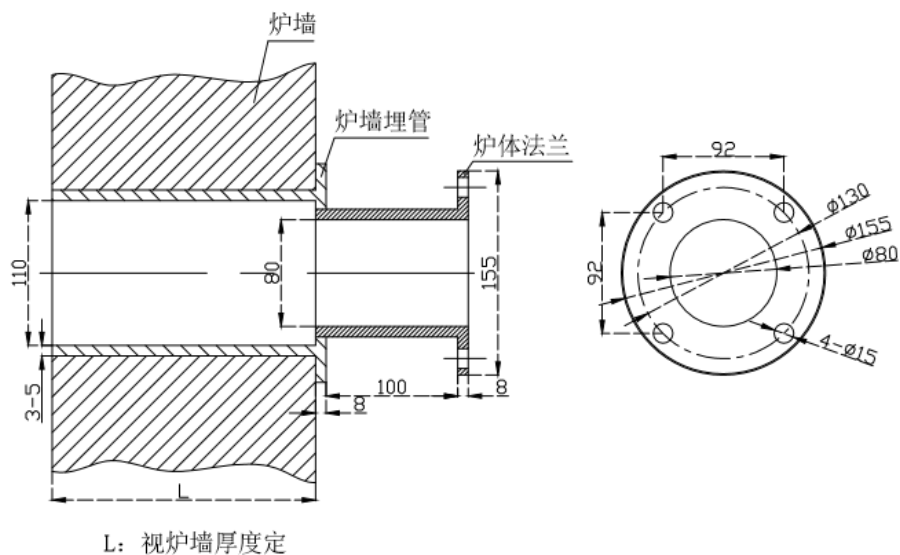

图 16 法兰安装图
- 对装法兰为 4 孔 PN0.6 DN65 法兰，材质为 SUS316。为了便于现场焊接，我们提供的法兰短管采用普通碳钢材质。尺寸如图 16。